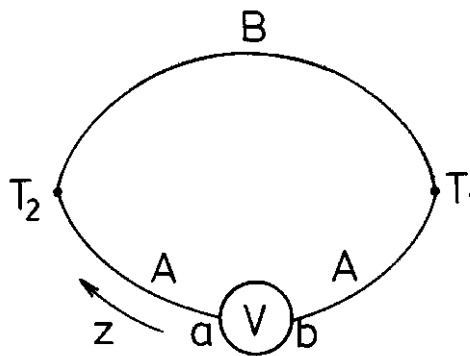

Abbildung 1: Thermoelement [Quelle: J. Jäckle – Über die Ursache der Thermospannung]
Der von Thomas Johann Seebeck experimentell entdeckte und nach ihm benannte Effekt lässt sich zur Konstruktion von Thermoelementen (siehe Abbildung 1) ausnutzen. Man findet experimentell die Seebeck-Koeffizienten Q (auch absolute Thermokräfte) der Metalle, mit denen gilt:
Typische Werte für Q liegen zwischen 10^{-6} V/K (Metalle) und 10^{-2} V/K (Halbleiter). Berücksichtigt man die temperaturabhängig dieser Koeffizienten, wird (1) zu: (Integrationsgrenzen a und b sowie der Integrationsweg beziehen sich auf Abbildung 1.)
Wählt man einen zu Abbildung 1 ähnlichen Aufbau – jedoch ohne Messgerät oder sonstige Unterbrechung des Stromkreises – fließt ein konstanter Kreisstrom, welcher ein Magnetfeld induziert. Seine Stärke erhält näherungsweise mit dem ohmschen Widerstand R :
1834 stellte der Franzose Jean Peltier den Seebeck auf den Kopf und fand: Ersetzt man in Abbildung 1 das Messgerät durch eine Gleichspannungsquelle, wobei weiterhin eine der Kontaktstellen auf einer konstanten Temperatur gehalten wird, ändert sich die Temperatur der anderen in Abhängigkeit von Stromstärke I und Richtung. Den Effekt kann man nicht alleine der Joule'schen Wärme zuschreiben. Die Änderung der Wärmeenergie $\frac{dQ}{dt}$ (Q ist hier kein Seebeck-Koeffizient) durch den Thomson-Effekt (der stets von der Erwärmung durch Joule'sche Wärme überlagert wird) hängt außerdem von den materialspezifischen Peltier-Koeffizienten Π ab: